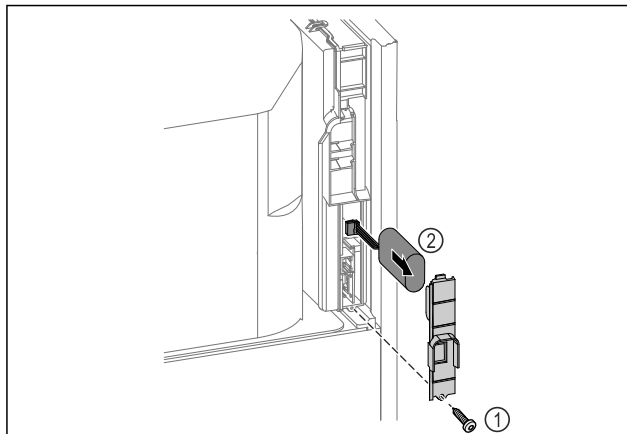

Fig. 255
- ▶ Vyšroubujte šrouby a odstraňte kryt na zadní straně spotřebiče Fig. 255 (1).
- ▶ Odpojte a vyjměte baterii Fig. 255 (2).